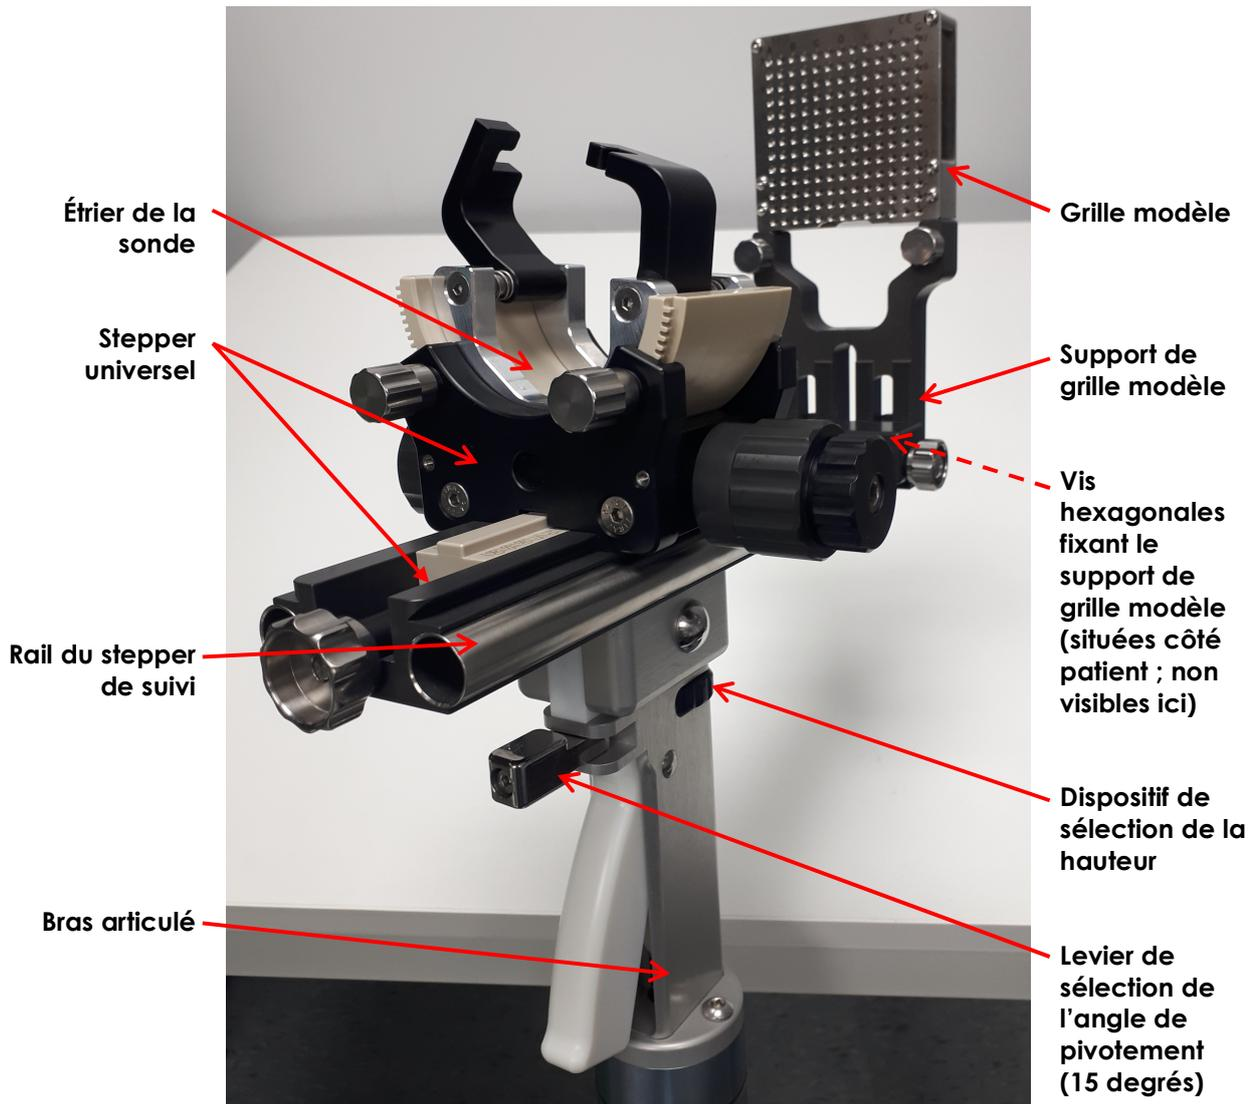

Figure 11 : Éléments du stepper transpérinéal qui doivent être désinfectés
L'équipement doit être nettoyé comme il convient pour l'examen avant chaque utilisation. Après chaque utilisation, observez les procédures adéquates pour le nettoyage et l'élimination des déchets. La Figure 11 identifie les éléments du stepper transpérinéal qui doivent être nettoyés, désinfectés et stérilisés.
- Instructions pour nettoyer, désinfecter et stériliser le rail du stepper de suivi, la grille modèle réutilisable, le support de grille modèle et l'étrier de la sonde (voir la Figure 11)